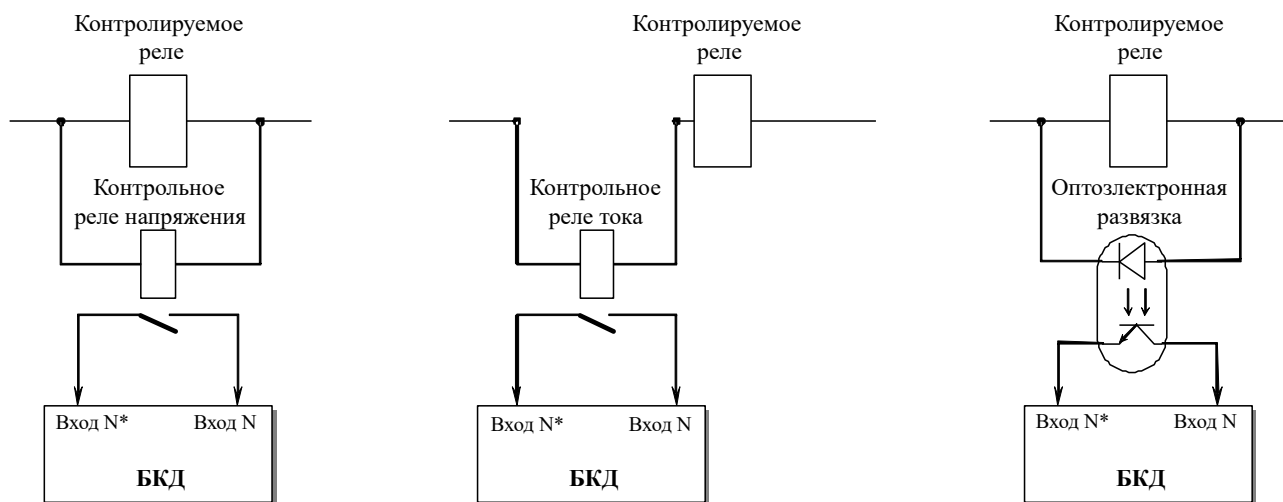

Рисунок 23
2.2.5.2 При отсутствии у контролируемого реле свободных контактов, применяются маломощные контрольные герконовые или полупроводниковые реле. Контрольные реле напряжения включаются параллельно контролируемому элементу, контрольные реле тока - последовательно. Схемы подключения приведены на рисунке Рисунок 23.